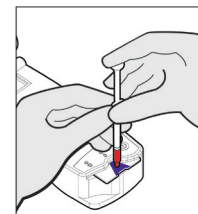

Figure 2
- 2. En exerçant une légère pression vers le bas, enfoncez l'embout Luer de la seringue dans le renforcement central du port d'entrée de l'échantillon sanguin de la carte-test. Faites pivoter la seringue d'1/4 de tour pour assurer une bonne étanchéité (comme indiqué à la Figure 2).**